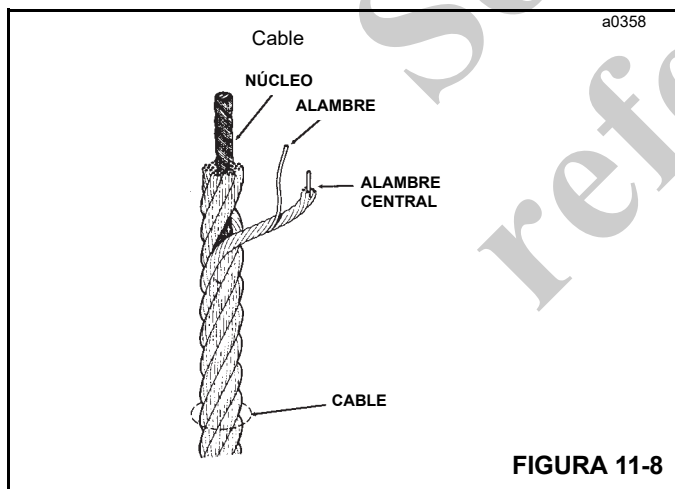

FIGURA 11-8
Cada cable tiene tres componentes básicos (Figura 11-8): (1) Los alambres que forman las trenzas y proporcionan colectivamente resistencia al cable; (2) las trenzas, que se extienden helicoidalmente alrededor del núcleo y (3) el núcleo, que forma una base para las trenzas. El núcleo que se utiliza en el cable de la grúa es un núcleo de cable independiente (IWRC), que es realmente un cable más pequeño o una trenza similar a las trenzas exteriores del cable. El núcleo IWRC agrega aproximadamente 7.5 % a la resistencia nominal del cable.